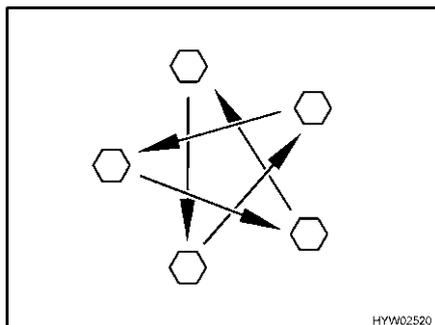

Bild 289 Radmuttern oder Radschrauben über Kreuz anziehen
- Radmuttern oder Radschrauben regelmäßig auf festen Sitz prüfen. Radmuttern oder Radschrauben eines ausgewechselten Rades nach 50 km über Kreuz nachziehen (Bild 289). Anziehdrehmoment siehe Abschnitt 13.5.2.
- ▷ Radmuttern oder Radschrauben über Kreuz anziehen (Bild 289).